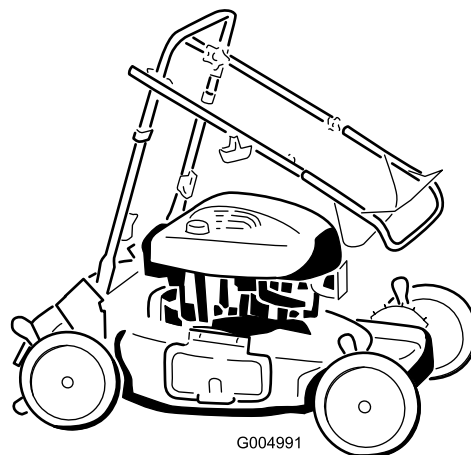

Figura 30
2. Pliegue hacia adelante la sección superior del manillar (ver Figura 30).